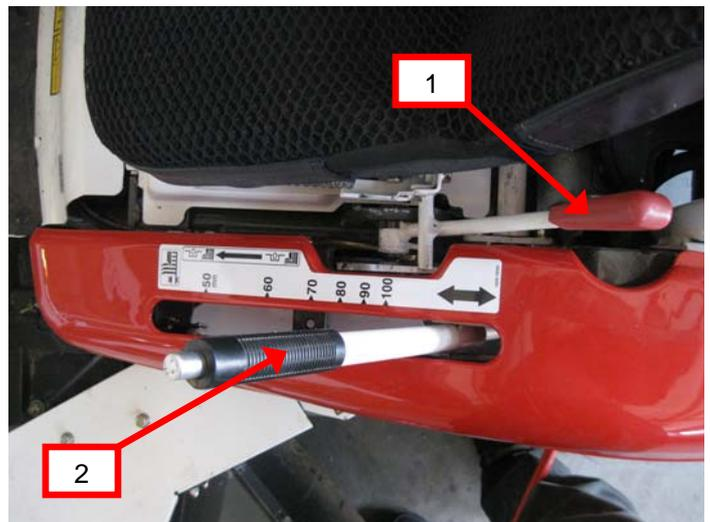

Figure 6
La position la plus haute du levier (2) correspond à la position transport. Vous pouvez régler la hauteur de coupe en appuyant sur le bouton poussoir en bout de levier et en actionnant le levier, plus le levier est bas plus la coupe de l'herbe est basse (Figure 6).
Il est utilisé pour la tonte (2 Figure 6). En poussant le levier vers l'avant, la lame de coupe tourne. La lame est arrêtée (débrayée), lorsque l'on tire le levier vers l'arrière.